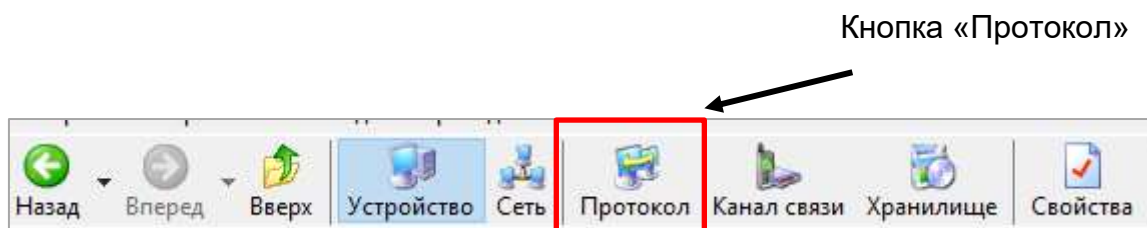

Рисунок 22 – Кнопка «Протокол» на панели инструментов
5.3.7.1 Для изменения настроек протокола обмена, необходимо нажать на панели инструментов кнопку «Протокол», см. рисунок 22 (или через меню «Справочник → Протокол обмена»).